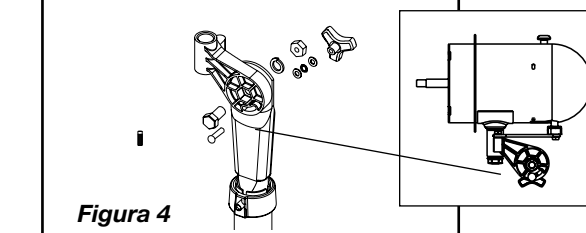

Figura 4
1. Deslice la sección plana del Tubo Superior del Conjunto de Columna junto al Cuello del Conjunto de Motor. Alinee el orificio de 1/2" de diámetro en la sección plana del Tubo Superior del /Conjunto de Columna con el orificio de 1/2" de diámetro del Conjunto de Motor. (Figura 4)
2. Introduzca el Tornillo Hexagonal de 1/2" X 1" (cabeza de 3/4") a través del Cuello del Motor y el Conjunto del Tubo Superior. Coloque una Arandela de Fijadora Hendida de 1/2" de diámetro y luego la Tuerca Hexagonal de 1/2" de diámetro (cabeza de 3/4") y apriételas completamente con una llave de tuerca ajustable. (Figura 4)
3. Desde el mismo costado del Cuello del Motor, introduzca un Tornillo de Carruaje de 1/4-20 X 1 5/8" a través de la Ranura con Forma de Arco en el Cuello del Motor y del Orificio en el Tubo Superior del Conjunto de Columna. (Figura 4)